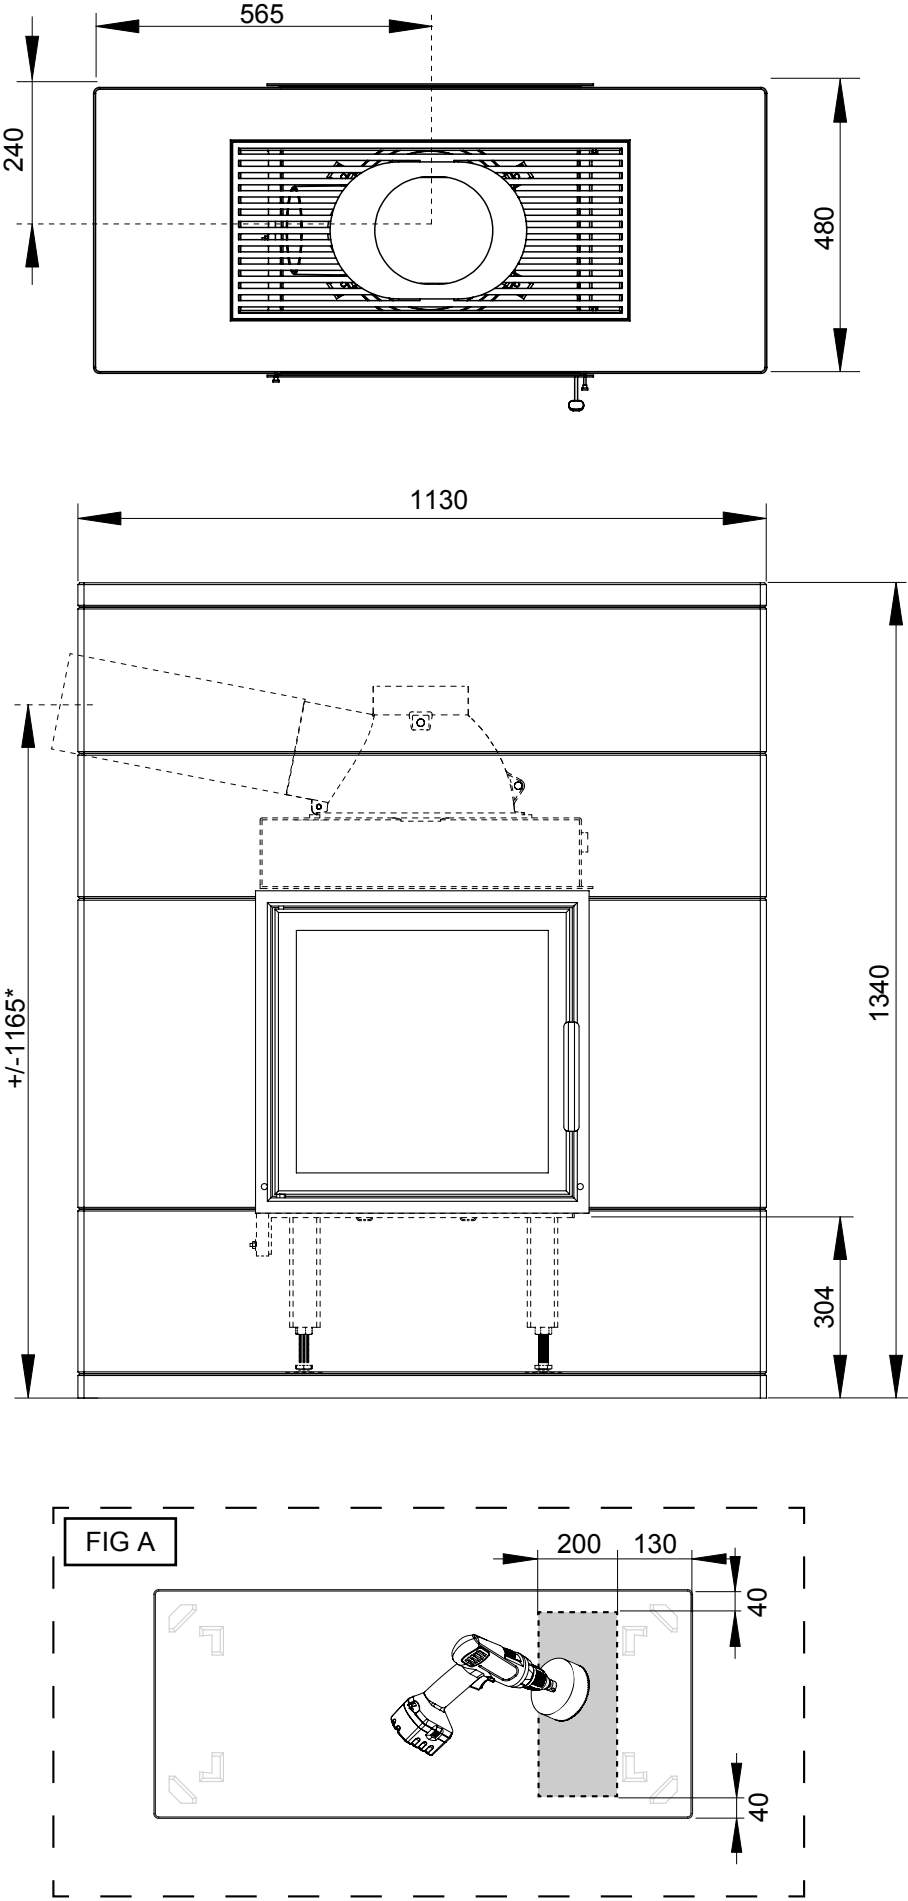

FIG 1
## **Distanze di sicurezza (FIG 1)**
**Bezpieczne odległości** (RYS. 1)